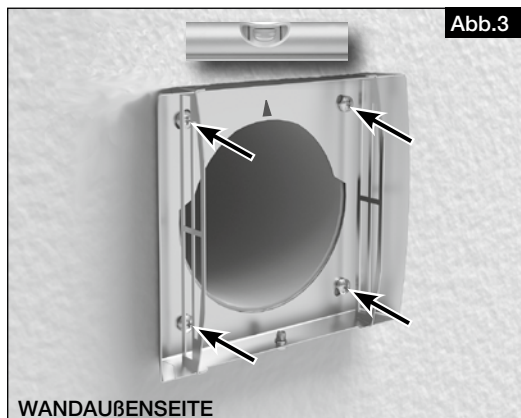

Abb.3
4. Bohrbild anzeichnen und bohren (s. Abb. 3).
5. Rahmen waagrecht, mit dem Pfeil nach oben, ausrichten (s. Abb. 3) und an der Wand festschrauben (Edelstahl-Schrauben verwenden).
4. Mark and drill the hole pattern (see Fig. 3).
5. Align frame horizontally, with the arrow pointing up, (see Fig. 3) and screw to the wall (use stainless steel screws).